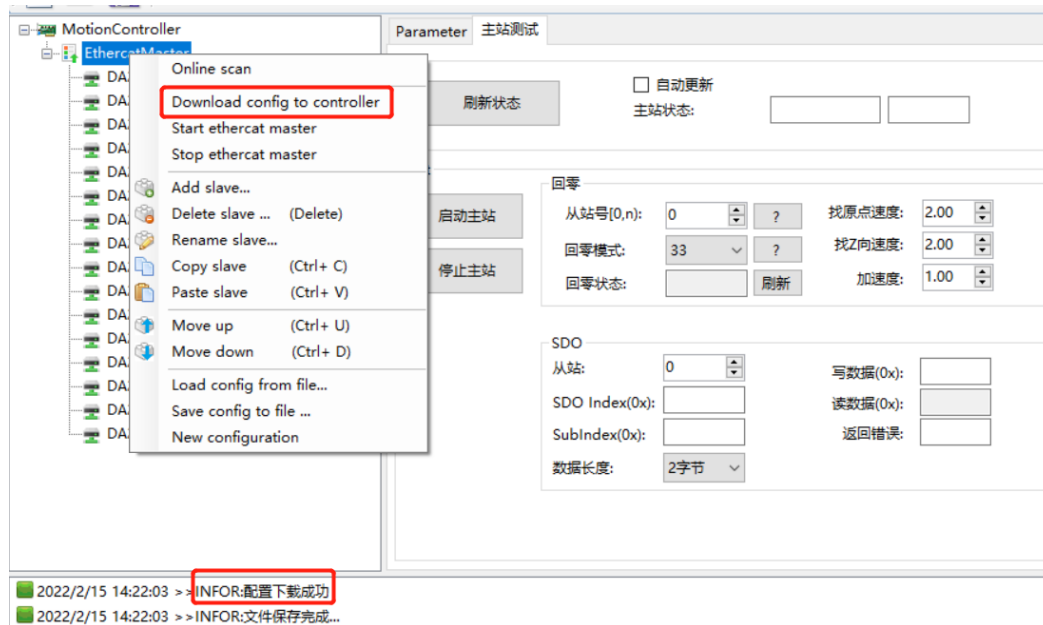

图 1.3.1 主站配置下载成功
(1) .gml 文件（该文件为编程时引入的配置文件）保存后，右键点击【EtherCATMaster】 -> 【Download config to controller】，显示**配置下载成功**如图 1.3.1，用户可以测试和启动主站等功能。注意，每次点击【启动主站】，需要进行点击【EtherCATMaster】->【Download config to controller】。